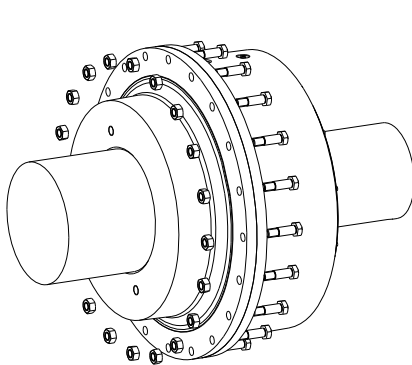

Bild 6
- Verschrauben Sie die Flanschnabe und den Nockenring mit den Sechskant-Passschrauben (Bauteil 7) sowie Sechskantmuttern (Bauteil 8) und ziehen diese mit einem Drehmomentschlüssel gleichmäßig auf die in Tabelle 2 angegebenen Anziehdrehmomente T_{A1} an (siehe Bild 6).